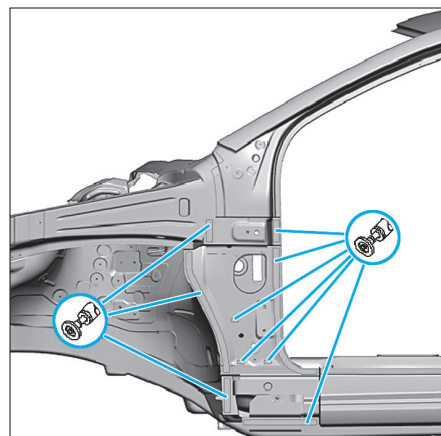

FIG. 35
- Retirer les morceaux de tôle restants (Fig.35).